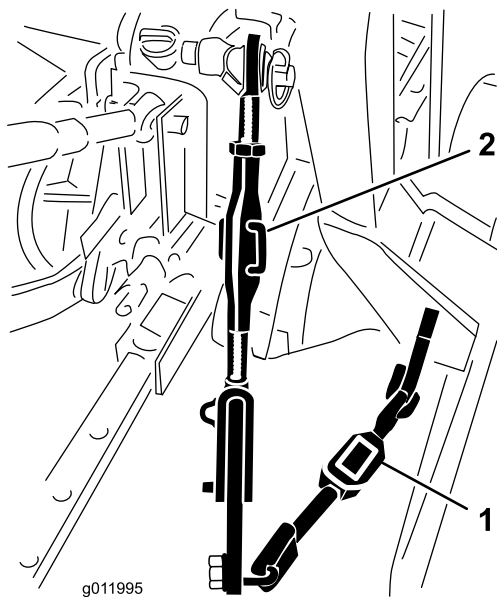

Bild 8
1. Stellen Sie die Unterlenker so ein, dass sie die Befestigungsplatten des Bläasers berühren (Bild 8).
2. Drehen Sie das einstellbare Lenkergehäuse (falls vorhanden) zum Anheben oder Absenken des Gestängearms, bis der Bläser in Querrichtung nivelliert ist (Bild 8).